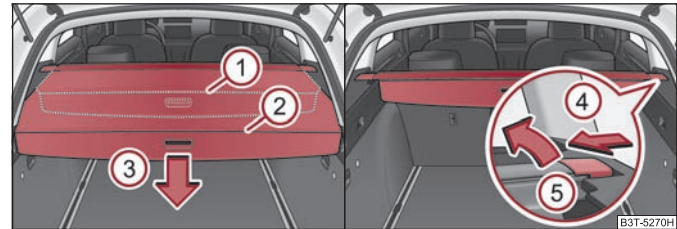

Fig. 86 Spațiul pentru bagaje: Masca rulantă a portbagajului / Demontarea măștii rulante a portbagajului
- Trageți masca rulantă din portbagaj până la limită în poziția asigurată ② ⇒ fig. 86.
- Apăsăți masca în zona elementelor de prindere în sensul săgeții ③ ⇒ fig. 86, masca se rulează automat în poziția ①. La o nouă apăsare, masca portbagajului se rulează complet.
- Pentru transportarea bagajelor voluminoase, masca portbagajului rulantă complet se poate demonta, apăsând bara transversală dintr-o parte, în direcția săgeții ④ ⇒ fig. 86 și trăgând masca în sensul indicat de săgeata ⑤.
- Deschideți capacul portbagajului. Masca rulantă a portbagajului se rulează automat în poziția ① ⇒ fig. 86.
- Apăsând masca în zona elementelor de prindere, în sensul săgeții ③, masca se va rula complet.